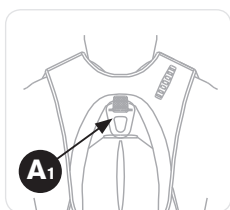

Figure 17
- Connectez le mousqueton de la longe avec absorbeur d'énergie au point d'attache antichute marqué A₁ (voir Figure 17). A₁ est le seul point d'attache qui fonctionne avec la fonction de sauvetage du Latchways PRD.